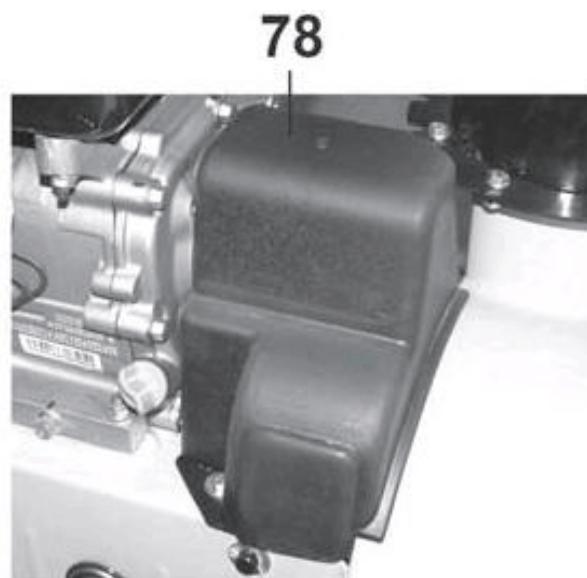

рис.33
**9.9. Проверка системы привода колес (рис.33).**
9.9.4. Выкрутите шесть болтов крепления нижней крышки корпуса редуктора и демонтируйте ее (на рис.33 крышка корпуса редуктора снята).